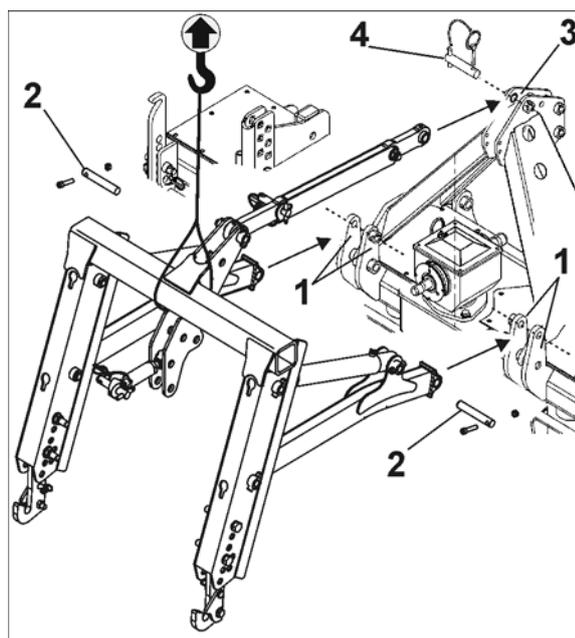

Fig. 42
4. Guidez la structure de relevage à gauche et à droite entre les plaques de réception (Fig. 42/1), fixez-la avec les chevilles (Fig. 42/2) et boulonnez.
5. Fixez le bras supérieur au point d'accouplement supérieur (Fig. 42/3) de l'outil de préparation du sol avec la cheville (Fig. 42/4) et goupillez.